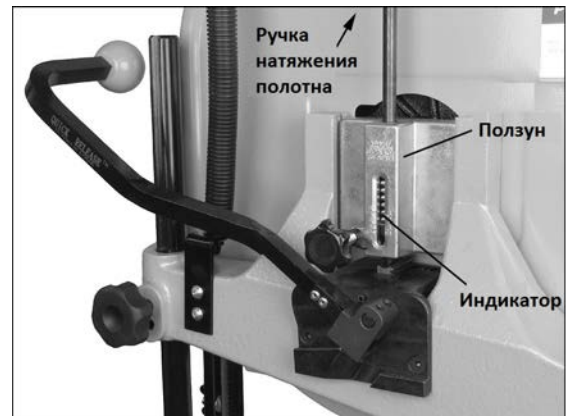

Рис. 43.
См. Рис. 43.
3. Поверните ручку натяжения (Рис. 43) по часовой стрелке, чтобы натянуть полотно. Индикатор на ползуне верхнего шкива показывает приблизительное натяжение полотна в соответствии с его шириной. На начальном этапе натяните полотно, ориентируясь на его ширину.